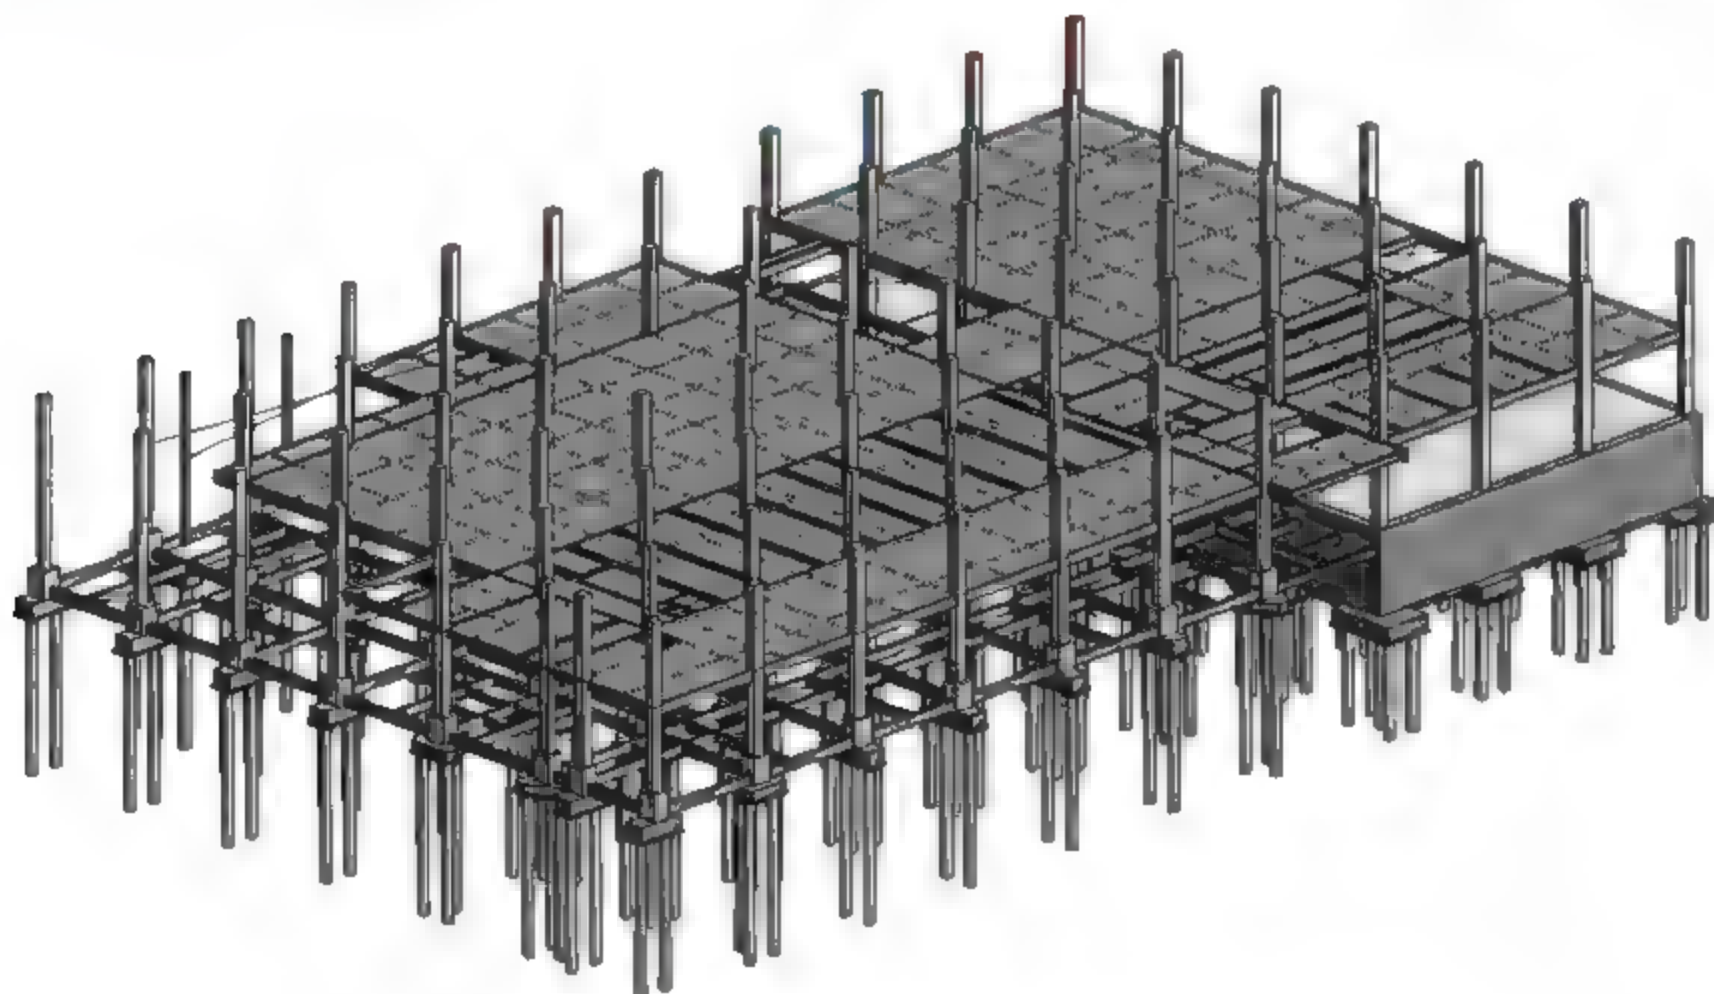

图 4.3.54 框架柱 3D 效果图 2
(3) 粘贴混凝土矩形框架柱与圆形框架柱, 选择“粘贴”→“与同一位置对齐”命令, 完成粘贴, 完成后的 3D 效果如图 4.3.53 与图 4.3.54 所示。